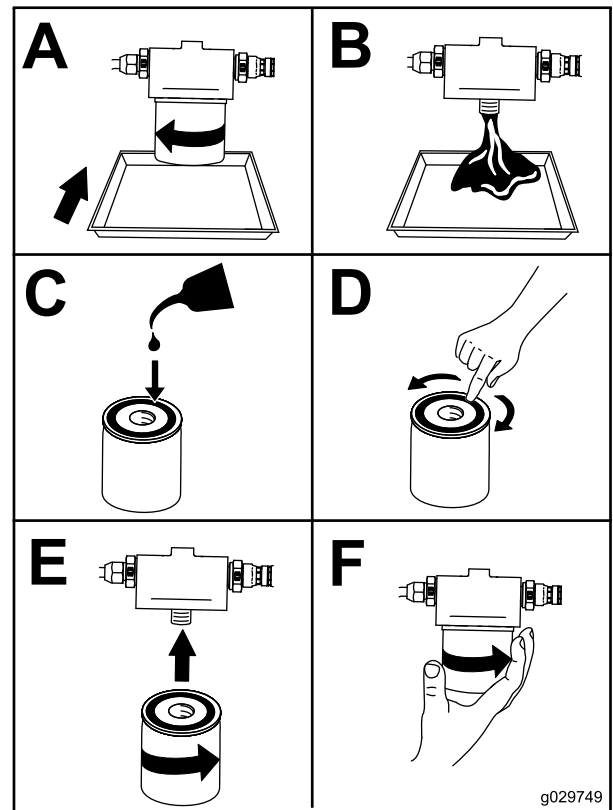

Bild 47
- Wechseln Sie den Ölfilter (Bild 47).